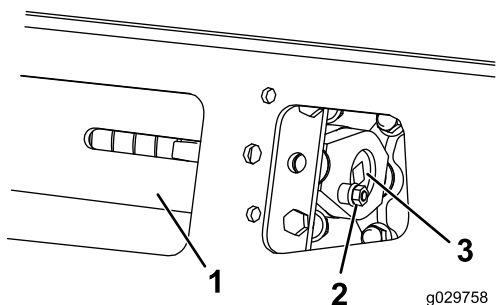
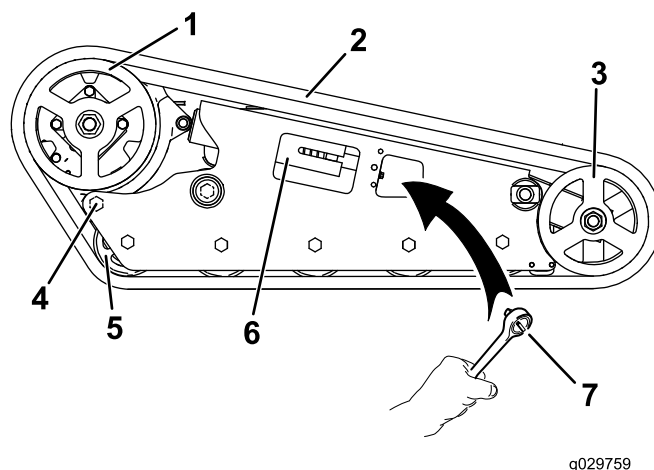

Figura 55
Figura 56
3. Togliete il bullone di bloccaggio e il dado (Figura 55).
5. Allineate l'intaglio più vicino della vite di tensione al foro del bullone di bloccaggio e fissate la vite con il bullone di bloccaggio e il dado (Figura 55).
3. Utilizzando una chiave a tubo da 1/2", scaricate la tensione girando la vite di tensione in senso orario (Figura 55 e Figura 56).
4. Allentate il bullone posteriore, vicino alla ruota motrice (Figura 56).
6. Dopo avere liberato il cingolo dalla ruota anteriore, toglietelo dalla ruota conduttrice e dalle ruote non motrici (Figura 56).
7. Avvolgete il nuovo cingolo iniziando dalla ruota conduttrice e controllando che i denti del cingolo si allentino tra i distanziali della ruota stessa (Figura 56).
8. Spingete il cingolo sotto e tra le ruote non motrici (Figura 56).